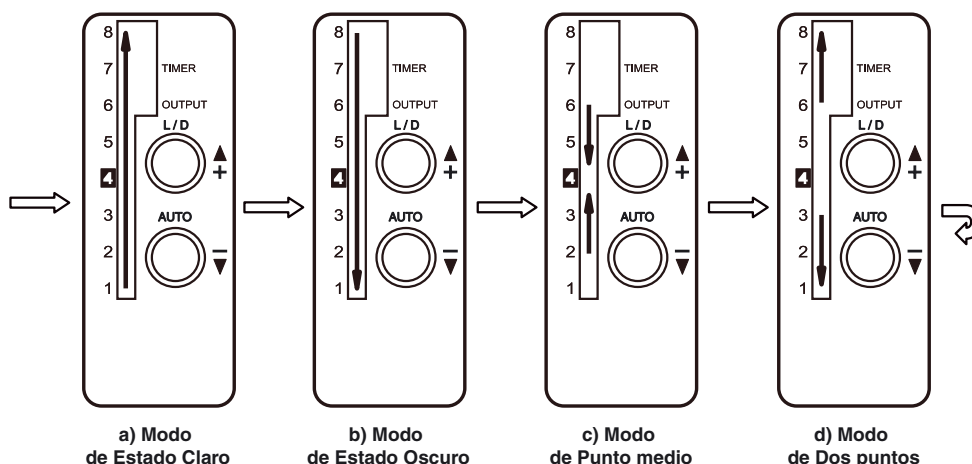

Figura 1. Secuencia intermitente del LED para los modos de aprendizaje automáticos
2) Mientras mantiene pulsado el botón AUTO, pulse varias veces el botón “+” para desplazarse entre los cuatro posibles modos de aprendizaje automáticos. La dirección de los LED indicadores de contraste intermitentes (con los números 1 a 8) indica el modo de aprendizaje automático actual (véase la figura 1). Cuando se indique el modo deseado, suelte el botón AUTO. A continuación, se describen los cuatro modos de aprendizaje automáticos.